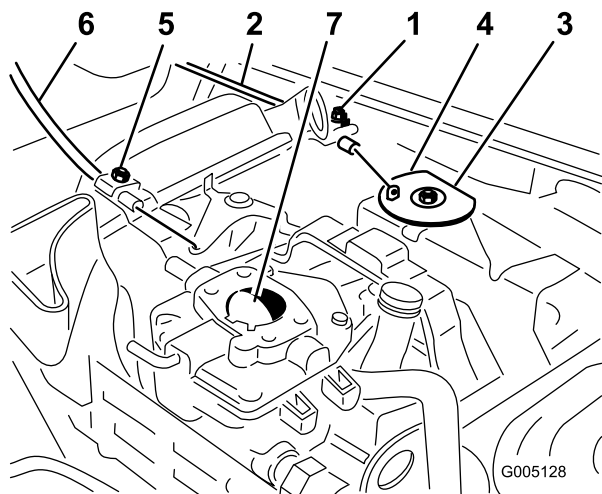

Figura 35
1. Liberte o parafuso que fixa o cabo ao motor (Figura 35).
3. Puxe o cabo do regulador até que a zona traseira da cavilha entre em contacto com o batente (Figura 35).
3. Puxe o cabo do ar até que a borboleta se encontre completamente fechada e em seguida aperte o parafuso de fixação do cabo (Figura 35).